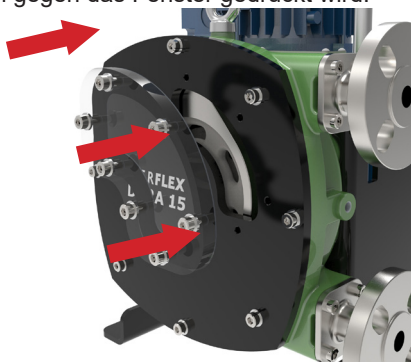

Abbildung 23. - Einbau des Inspektionsfensters
3. Befestigen Sie das Inspektionsfenster mit den Schrauben und Dichtungen über die Vorderabdeckung, wie in Abbildung 23 zu sehen ist.